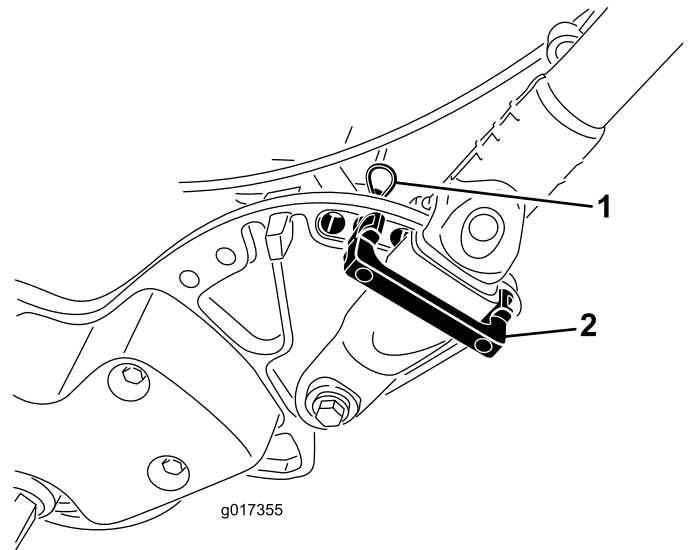

図 7
1. ハンドルを支えながら、ハンドルクランプをサイドプレートに固定しているケーブルタイを外す図7。
2. 希望する高さ位置にハンドルをセットし、ハンドルクランプの上からハンドルリテーナを差し込んでサイドプレートの穴に通す図7。
3. ヘアピンコッターでクランプを固定する図7。